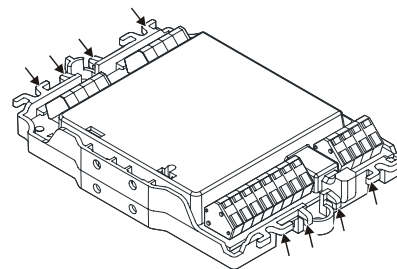

Рис. 9
4. Закрепите кабели хомутами (рис. 9).